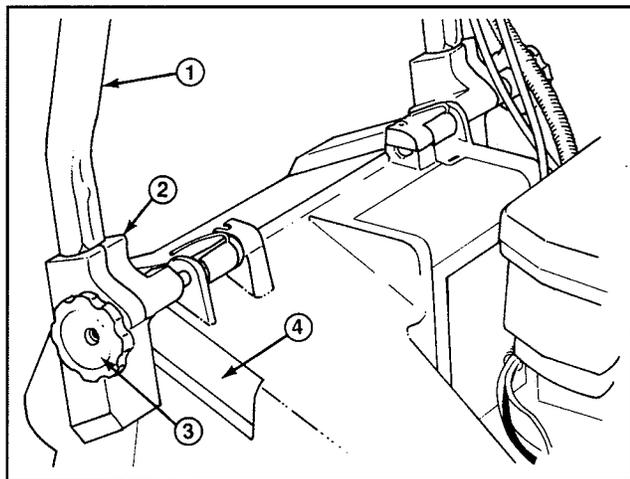
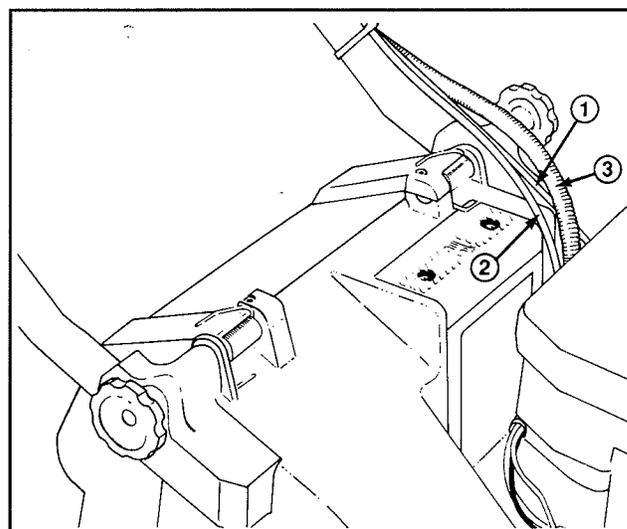

Figure 1
Figure 2
1. INSTALLATION DU GUIDON—Desserrer les boutons du support de montage (fig. 1).
3. Glisser les extrémités du guidon dans les trous des supports de montage jusqu'à ce celles-ci soient bien en place dans les supports (fig. 1). S'assurer que les câbles des gaz et du démarreur électrique (modèles Key-lectric) reposent sur le haut du support de montage de gauche (fig. 2).
4. Faire tourner la poignée et les supports vers l'arrière jusqu'à ce que ces derniers soient fermement maintenus dans les cavités du carter (fig. 2).